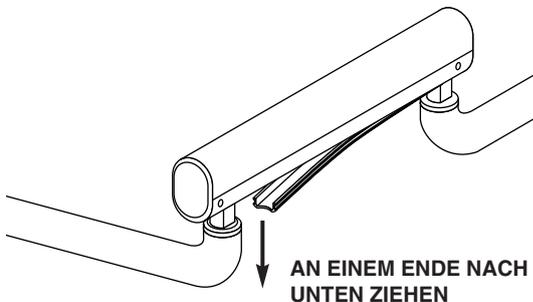

Bild 17. Abdeckung des flexiblen Schwenkarms
1. Entfernen Sie die flexible Vinylabdeckung von der Unterseite des Schwenkarms (*siehe Bild 17*). Drücken Sie vorsichtig die Schläuche und Kabel im Schwenkarm etwas beiseite.